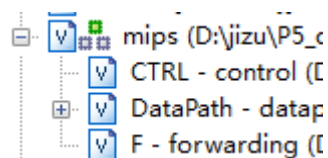

图 1
**前言:** 流水线相比于单周期是一种更有趣的阶段。起初我沿用了 p4 的架构即 mips 下的 datapath 和 ctrl (如下图 1 所示)。但是你会发现对于一个简单的新加的指令,或许就需要在数据通路中重新来一个多选器以及其控制信号。并且这个时候的调试等于火葬场。本身代码功力不强再加上繁多指令一个个袭来,且不说暂停和转发的控制,一不留神写错一个字母,工程就会崩溃。在痛苦的用这种结构写完 p5.1p5.2。看 p6 的 50+指令时,果断放弃了这种结构。之后的三天就是用高老师工程化的方法写了 p5.1,p5.2,p6。当然,有同学会不喜欢这种工程化的方法,有自己更好的设计架构。但是这种方法重点二字是“工程”。